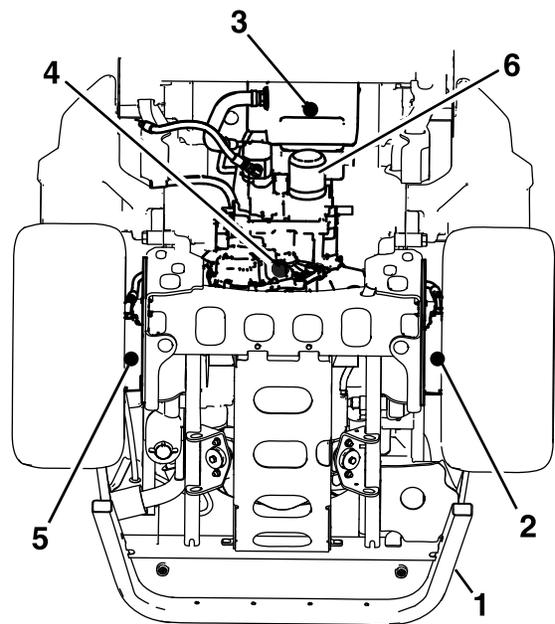

Bild 63
4. Stellen Sie eine große Auffangwanne unter den Hydraulikölbehälter, das Getriebegehäuse und den linken und rechten Radmotor (**Bild 63**).
5. Entfernen Sie die Ablassschraube aus jedem Bereich und lassen Sie das Hydrauliköl ablaufen (**Bild 63**).
6. Reinigen Sie den Bereich um den Hydraulikölfilter und nehmen Sie den Filter ab (**Bild 63**).